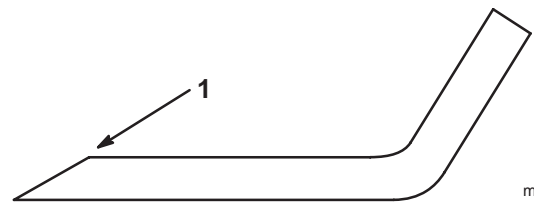

Figure 45
1. Au moyen d'une lime, aiguissez les tranchants aux deux extrémités de la lame (Fig. 45) en veillant à conserver l'angle de coupe d'origine. Limez la même quantité de métal sur chacun des deux tranchants pour ne pas déséquilibrer la lame.